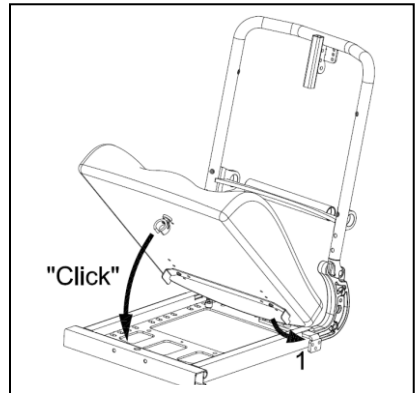

Abb. 3.2
wieder montieren (Abb. 3.2)
3. Rasten Sie den Sitz auf dem Sitzrahmen (Abb. 3.2) ein.